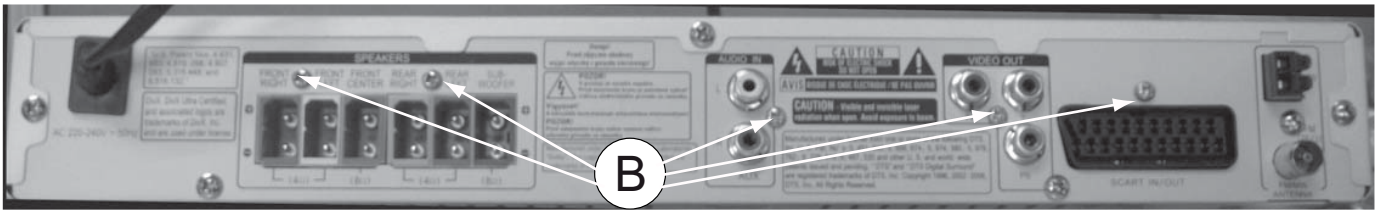

Figura 5
- 2) Solte os 5 parafusos “ B “ na parte traseira do painel como mostra a figura 5.